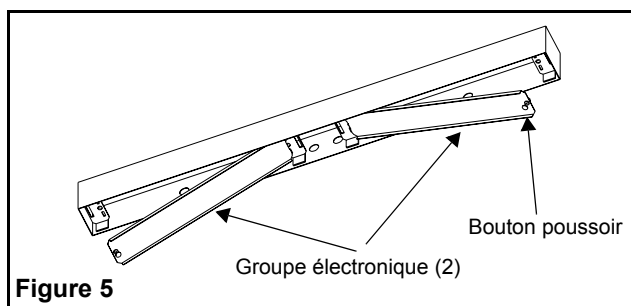

Figure 5
11. Mettre en place les groupes électroniques dans le boîtier en insérant les languettes situées au bout de la plaque dans les fentes rectangulaires du boîtier. Enfoncer les boutons poussoirs dans les œillets de retenues (voir fig. 5).